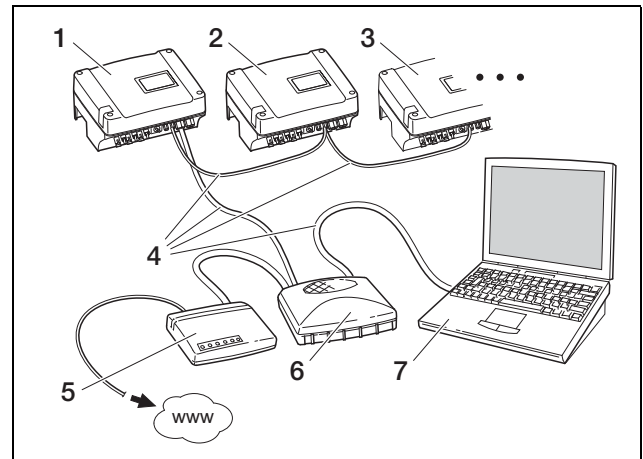

Abbildung 54: Netzwerkeinstellungen mit automatischer Netzwerkkonfiguration bei externem DSL-Router (☐ Auto-IP / DHCP, ☒ externer Router)
- Die Option „Auto-IP/DHCP“ ist für die meisten Anwendungsfälle geeignet (Abbildung 54).